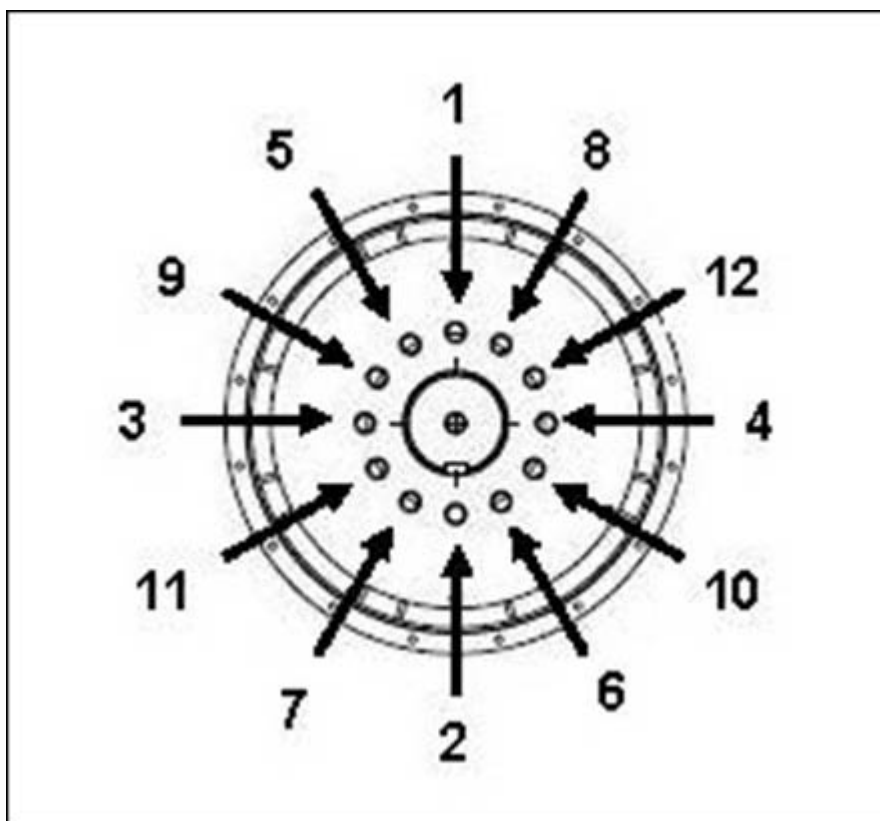

图 10. 轮毂固定顺序
4. 如果需要，请拧紧耦合盘螺栓，如 图 10 位于页面 目录 20 所示。